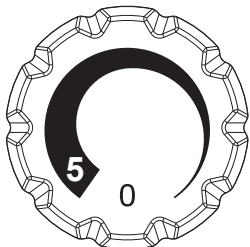

Fig. 9
1) Ruotare la manopola sulla posizione „0“ (Fig. 9).